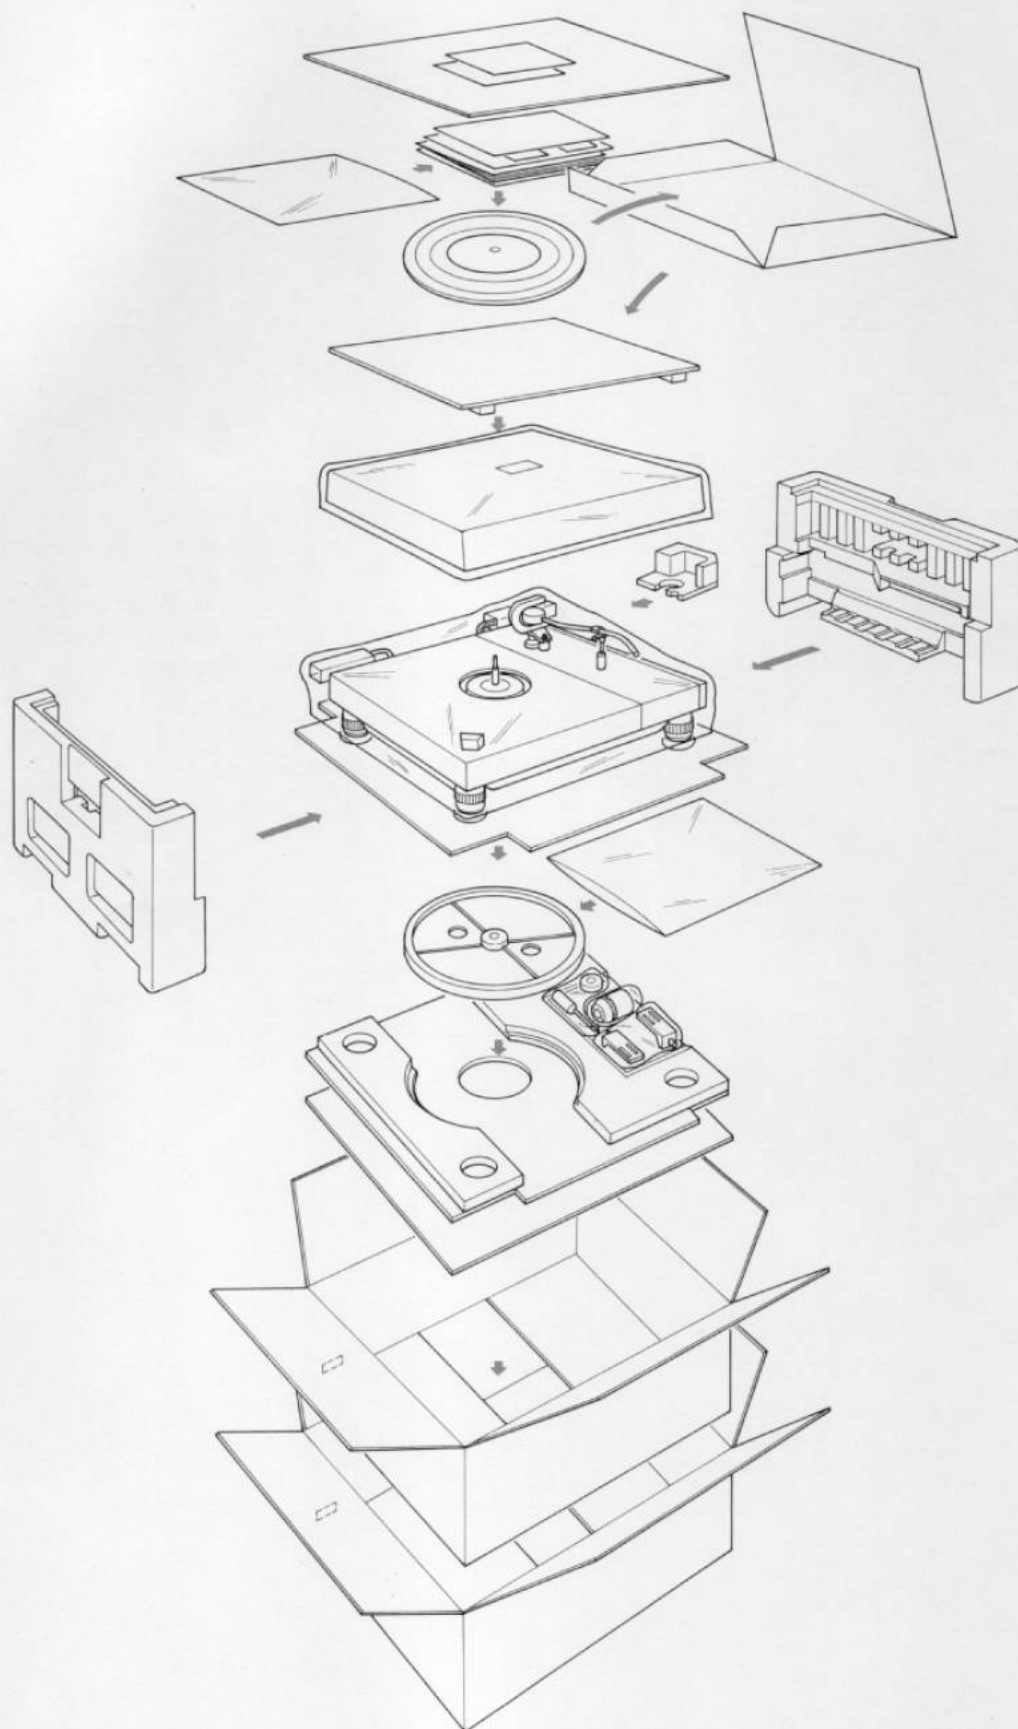

Abbildung 10. Packungsanleitung
- Das Gerät sorgfältig unter Verwendung des Originalpackmaterials und wie in Abbildung 10 gezeigt verpacken.